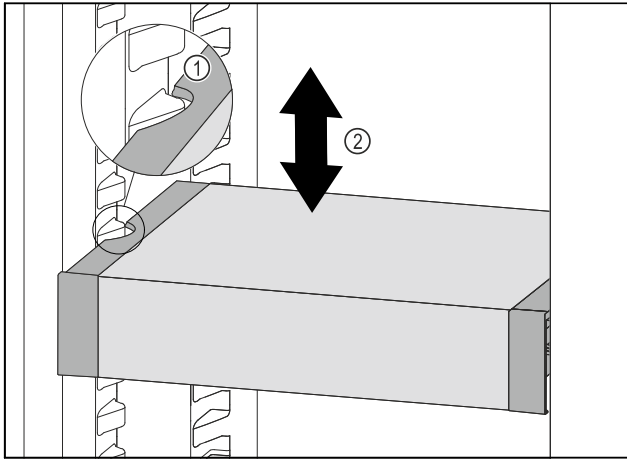

Fig. 105
- ▶ Тяните VarioSafe вперед, пока боковые выемки VarioSafe не окажутся на высоте выступа резервуара в холодильном отделении. Fig. 105 (1)
- ▶ Двигайте VarioSafe в холодильном отделении вверх или вниз, пока не будет достигнута требуемая высота. Fig. 105 (2)